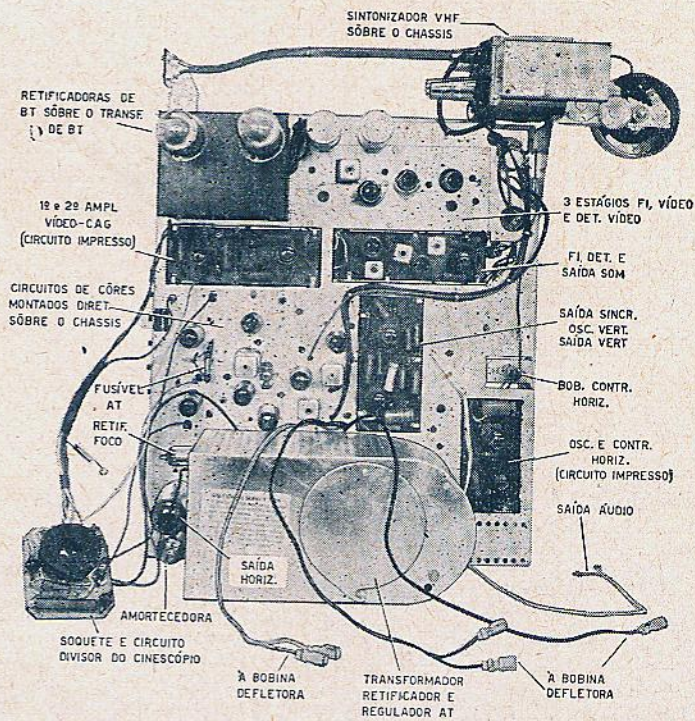

Fig. 4 — Vista superior do chassis do televisor para cores, mostrando os componentes e estágios principais.
Fig. 4 — Frequentemente, um condensador com fuga pode ter maior resistência num sentido que no outro. Neste caso, o circuito equivalente deve ser elaborado pela adição de um diodo semi-condutor; a relação das condutâncias direta e inversa do diodo equivalente (X) é normalmente da ordem de 3 para 1 ou 5 para 1.